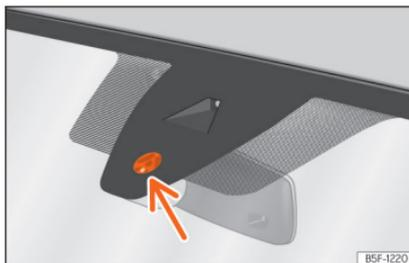

Fig. 110 Superfície sensível do sensor de chuva.
As possíveis causas de anomalias e interpretações errôneas na zona da superfície sensível » » » Fig. 110 do sensor de chuva são, entre outras:
- Limpe regularmente a superfície sensível do sensor de chuva » » » Fig. 110 (seta) e verifique possíveis danos nas escovas. » »